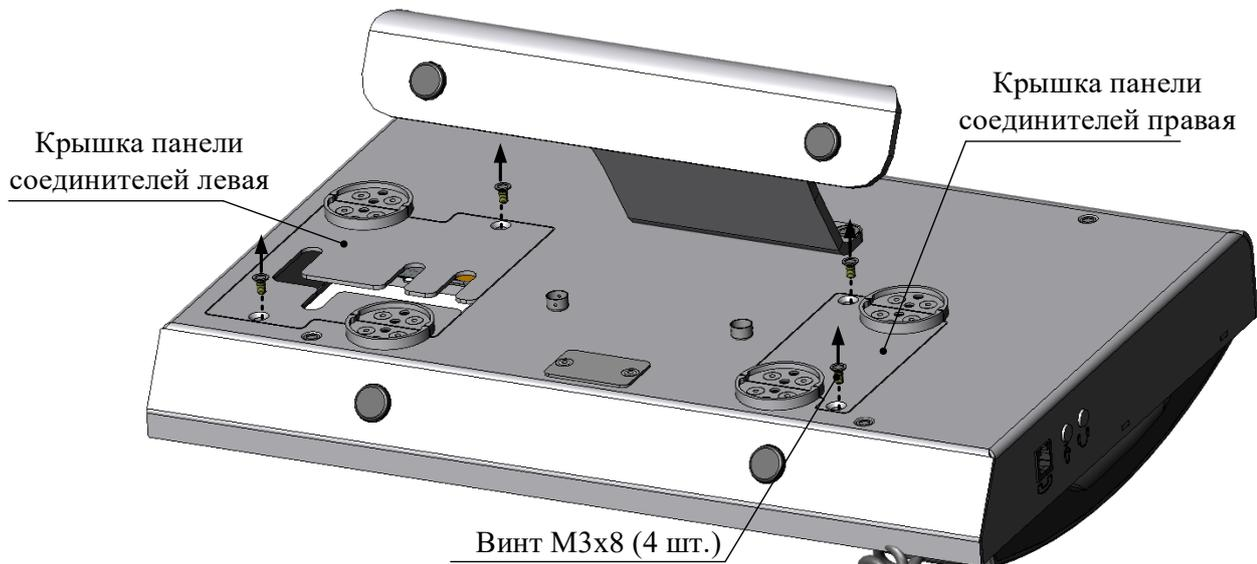

Рисунок 7 — Доступ к панелям соединителей
- 1) снять крышки панели соединителей, выкрутив четыре винта М3 х 8 (см. Рисунок 7);
3) Установить крышки панелей соединителей при помощи четырех винтов М3 х 8 (см. Рисунок 7);
1) вскрыть пломбы и выкрутить два винта М3х8, фиксирующие крышку панели интерфейсов (Рисунок 7);